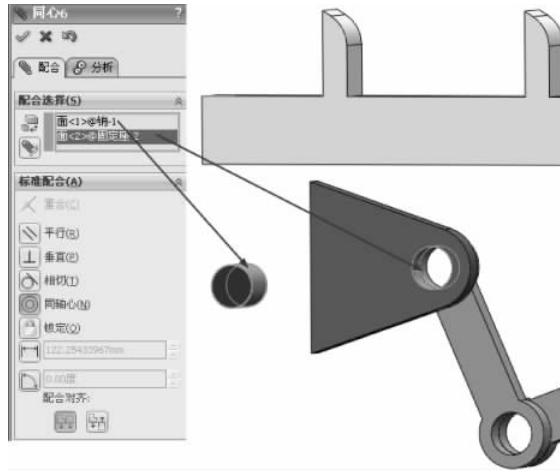

图 3-226 同轴心配合
(15) 单击【装配体】工具栏中的【配合】按钮 $\text{C}$ , 弹出【配合】的属性设置。选择【标准配合】选项组下的【同轴心】配合类型 $\text{O}$ , 在【要配合的实体】选择框 $\text{E}$ 中选择如图 3-226 所示的面, 其他保持默认, 单击【确定】按钮 $\checkmark$ , 完成同轴心配合。